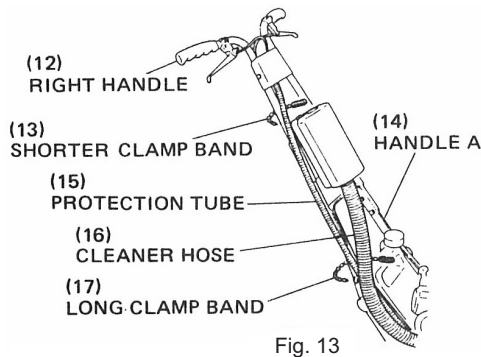

Fig. 13
- (En) d. Clamp the cleaner hose and the protection tube onto handle A using the long clamp. Hook the O-ring with the hose stay on recoil starter. Then clamp the protection tube onto the handle right above the air cleaner with the shorter clamp band. (Fig. 13, 18)
- Ⓒ d. Reinigerschlauch und Schutzrohr auf das Griffstück A mit der langen Klemme festklemmen. Den O-Ring mit der Schlauchstütze am Rücklaufstarter einhaken. Das Schutzrohr auf dem Griffstück über dem Luftreiniger mit dem kurzen Klemmstreifen festklemmen (Abbildung 13 und 18).